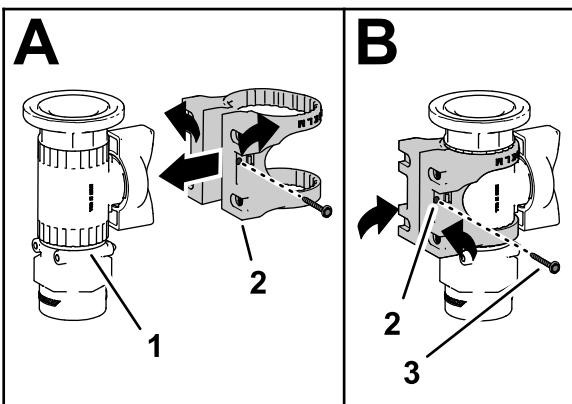

Bild 18
3. Befestigen Sie die Ventilhalterung am Absperrventil, wie in A in Bild 18 dargestellt.
4. Befestigen Sie die Ventilbefestigung mit dem Bundbolzen (Nr. 6) am Regelventil und ziehen es mit der Hand an (B in Bild 18).